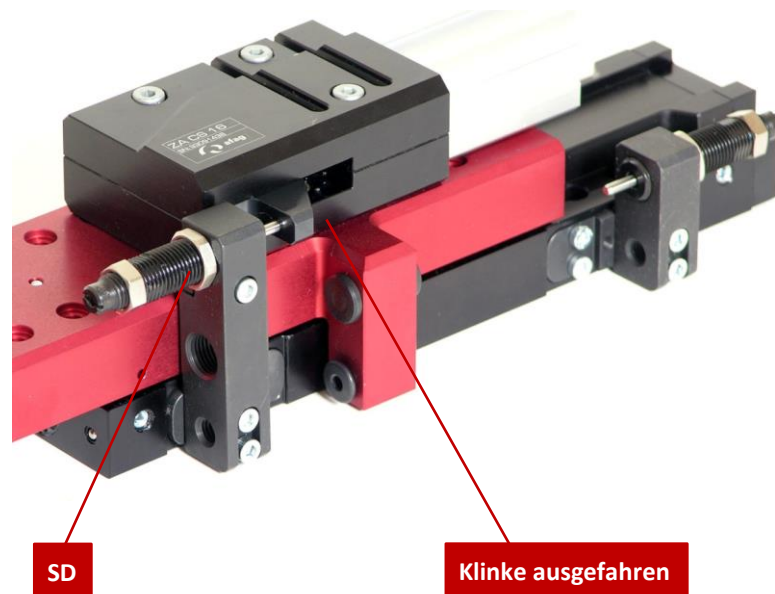

Abb. 23 Feineinstellung Anschlagsschraube
8. Klemmschraube bzw. Mutter (Abb. 23) leicht lösen.
10. Klemmschraube bzw. Mutter (Abb. 23) wieder festziehen.